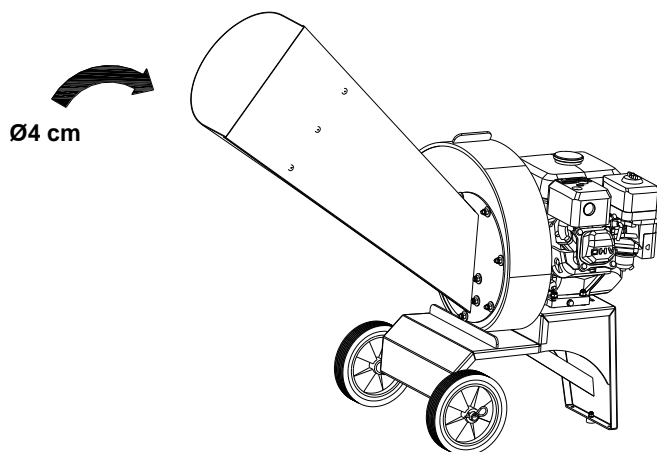

Fig. 9
- Plaats de schakelaar op I (Start) (Fig. 8). Pak de handgreep (Fig. 9) en trek het touw zonder inspanning tot u weerstand voelt veroorzaakt door compressie, dan laat u de handgreep los en trek stevig opdat de motor start.
Plaats in bovenste trechter snoeiafval en bladeren, rekening houdend met het vermogen dat beschikbaar is voor uw apparaat (afb. 9).